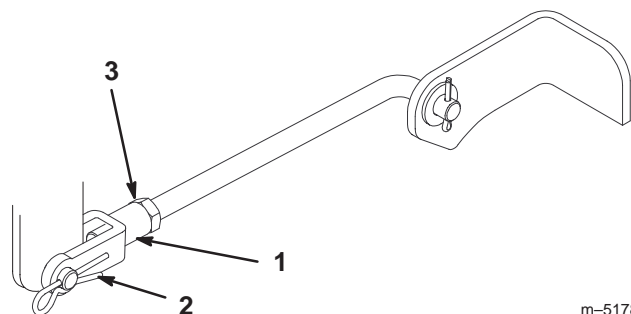

Figure 42
7. Pour régler l'inclinaison avant/arrière des lames, enlevez la goupille fendue des chapes des tourillons avant et desserrez les écrous de blocage (Fig. 42).
8. Tournez les chapes sur les tourillons pour modifier le réglage (Fig. 42). Serrez les chapes (raccourcissez les tourillons) pour relever l'avant du plateau et desserrez-les (allongez les tourillons) pour abaisser l'avant du plateau.